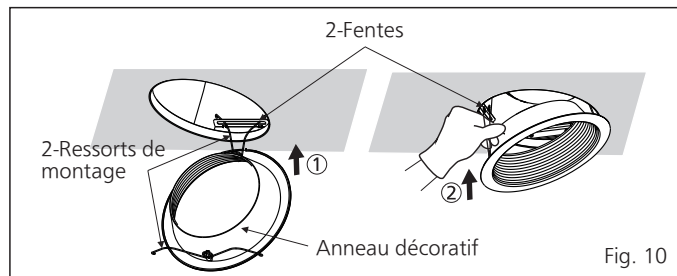

Fig. 10
13. Insérez les ressorts d'installation dans la fente comme indiqué à la figure et fixez l'anneau de garniture au boîtier du luminaire. (Voir Fig. 10)
6. Remplacez l'anneau décoratif. (Voir Fig. 10)
1. Retirez l'anneau décoratif en tirant les ressorts de montage vers le bas. (Pincez le ressort de fixation et abaissez-le doucement.) (Voir Fig. 10 de la page 8)
4. Replacez l'anneau décoratif. (Voir Fig. 10 de la page 8)